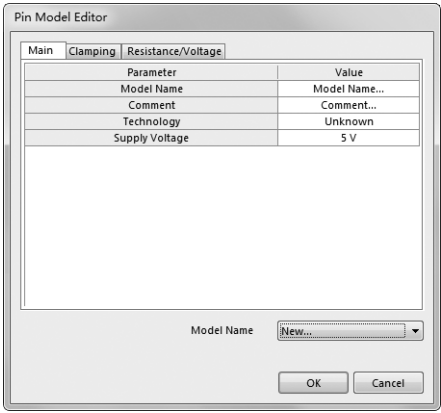

图 13-17 引脚模型编辑器
(1) 在“Signal Integrity Model”（信号完整性模型）对话框中，单击“Add/Edit Model”（添加/编辑模型）按钮，系统将弹出相应的引脚模型编辑器，如图 13-17 所示。
(2) 单击“OK”（确定）按钮，返回“Signal Integrity Model”（信号完整性模型）对话框，可以看到添加了一个新的输入引脚模型供用户选择。